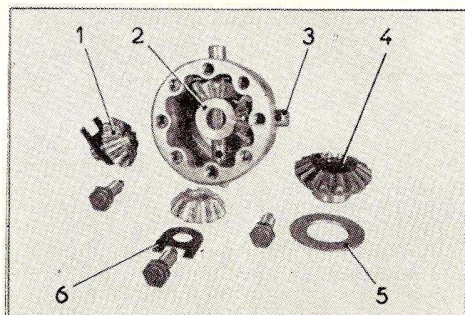

Fig. BV 2.
— les planétaires (4) et la rondelle de butée (5) (fig. BV 2) ;